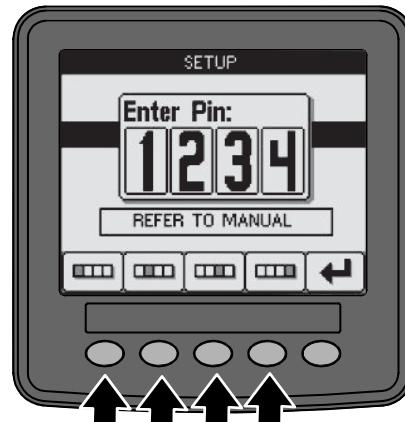

Рисунок 16
2. Нажимайте кнопки, как показано на Рисунок 16, чтобы ввести ваш ПИН-код.